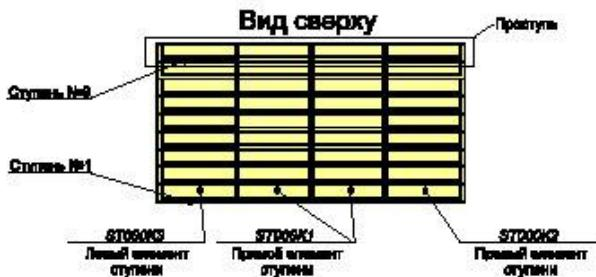

Рис. 4. Определение необходимых модификаций ступеней.
- Основываясь на расшифровке модификации плит (см. стр. 35–4), выбираем необходимые модификации ступеней, см. рис. 4. Определение необходимых модификаций ступеней.